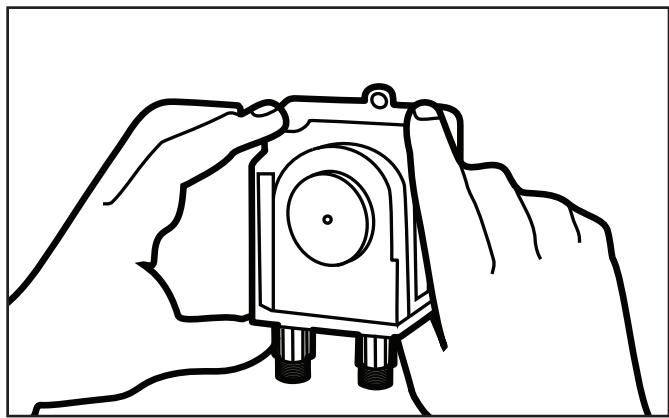

Figure 21. Aligner le couvercle
- Aligner le couvercle du boîtier du tube avec la rainure et glisser par-dessus le tube jusqu'à fermeture complète. Se reporter à la Figure 21.